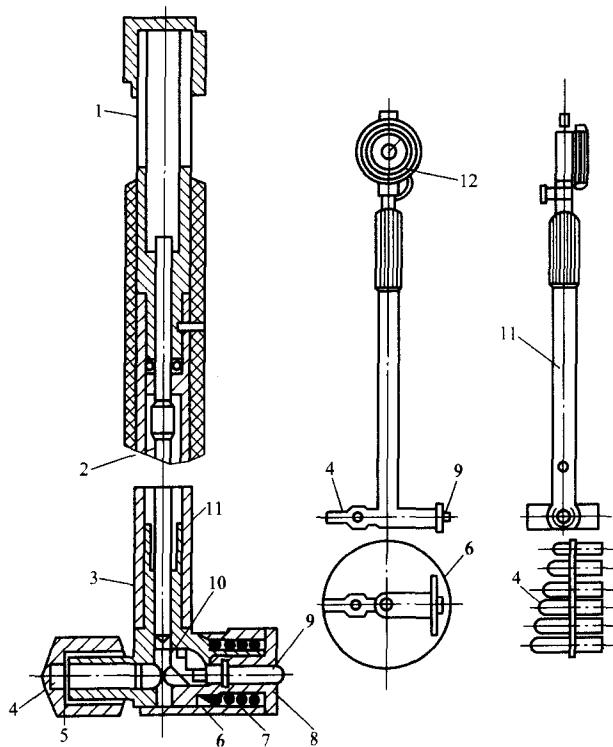

图 1-5 内径百分表的外观和结构
(2) 内径百分表。又称量缸表，是一种借助百分表为读数机构、配备杠杆传动系统或楔形传动系统的杆部组合而成的测量器具。它用比较法来测量孔径及其几何形状偏差，其外观和结构如图 1-5 所示。主要用来测量气缸的尺寸精度和形状精度，也可以用来测量轴孔。测量时，被测孔的尺寸偏差借活动测头的位移，通过杠杆和传动杆传递给指示结构。因传动系统的传动比为 1，因此，测头所移动的距离与指示表的指示值相等。为了测量不同的缸径，常备有不同的量杆。测量表的规格是按测量直径的范围来划分的，如 18~35mm、35~50mm、50~160mm 等。汽车维修工作常用规格为 50~160mm。